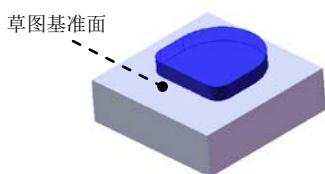

图 14.2.4 凸台一拉伸 2
(3) 定义拉伸深度属性。
① 定义深度方向。采用系统默认的深度方向。
② 定义深度类型和深度值。在“凸台一拉伸”对话框 **方向1** 区域的下拉列表中选择 **给定深度** 选项，在  中输入深度值 3.0。
(4) 单击  按钮，完成凸台一拉伸 1 的创建。
Step3. 创建图 14.2.4 所示的零件基础特征——凸台一拉伸 2。
(1) 选择命令。选择下拉菜单 **插入(I)** → **凸台/基体(B)** → **拉伸(E)...** 命令(或单击“特征(F)”工具栏中的  按钮)。
(2) 定义特征的横断面草图。
① 定义草图基准面。选取图 14.2.4 所示的表面作为草图基准面。